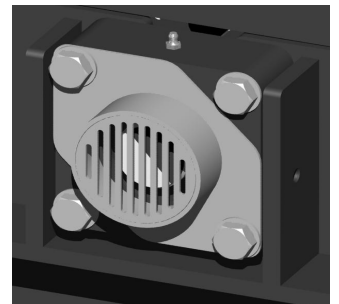

Abbildung 6
- Der Oberteil der Maschine darf erst geöffnet werden, wenn die Hackscheibe völlig stillsteht und der Motor des Traktors angehalten wurde. Sehen Sie in der Zweifarbig Wellenende. (Abbildung 6)